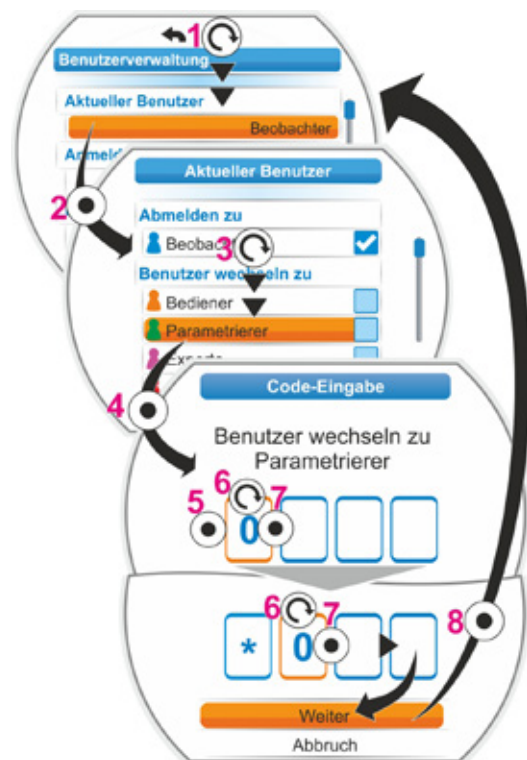

Abb. 2: Benutzer-Stufe mit PIN anmelden
2. Die orangene Auswahlmarkierung auf die Zeile unterhalb ‚Aktueller Benutzer‘ stellen (Abb. 2, Pos. 1).